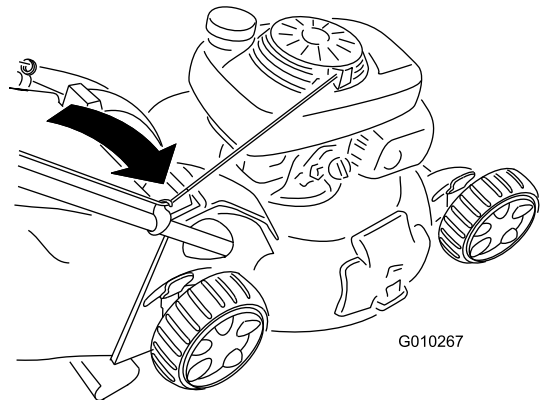

図 28
2. スタータロープを下側ロープガイドに通す **図 28**。